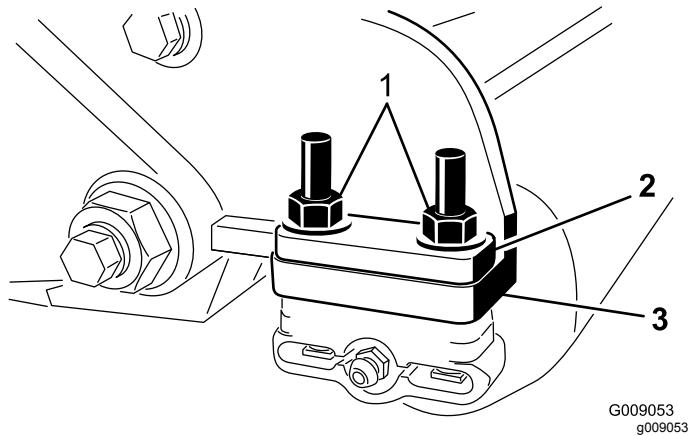

Figura 23
9. Togliete i 2 dadi che fissano ogni staffa del rullo alle piastre laterali (Figura 23). Non togliete i bulloni.